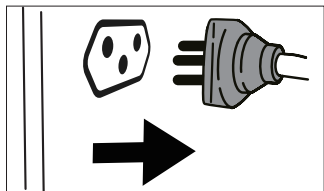

Fig. 07
1. Desconecte os dispositivos elétricos do gerador [Fig. 07].